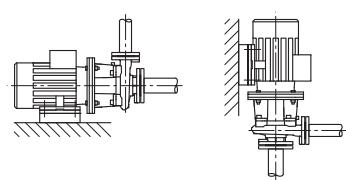

Fig. 41: Versiunea BL
- Pompele monobloc din seria constructivă BL trebuie amplasate pe fundații respectiv console suficiente (Fig. 41). La pompele de tip BL, motorul cu o putere începând de la 18,5 kW trebuie sprijinit, consultați exemplele de montare BL (Fig. 42).